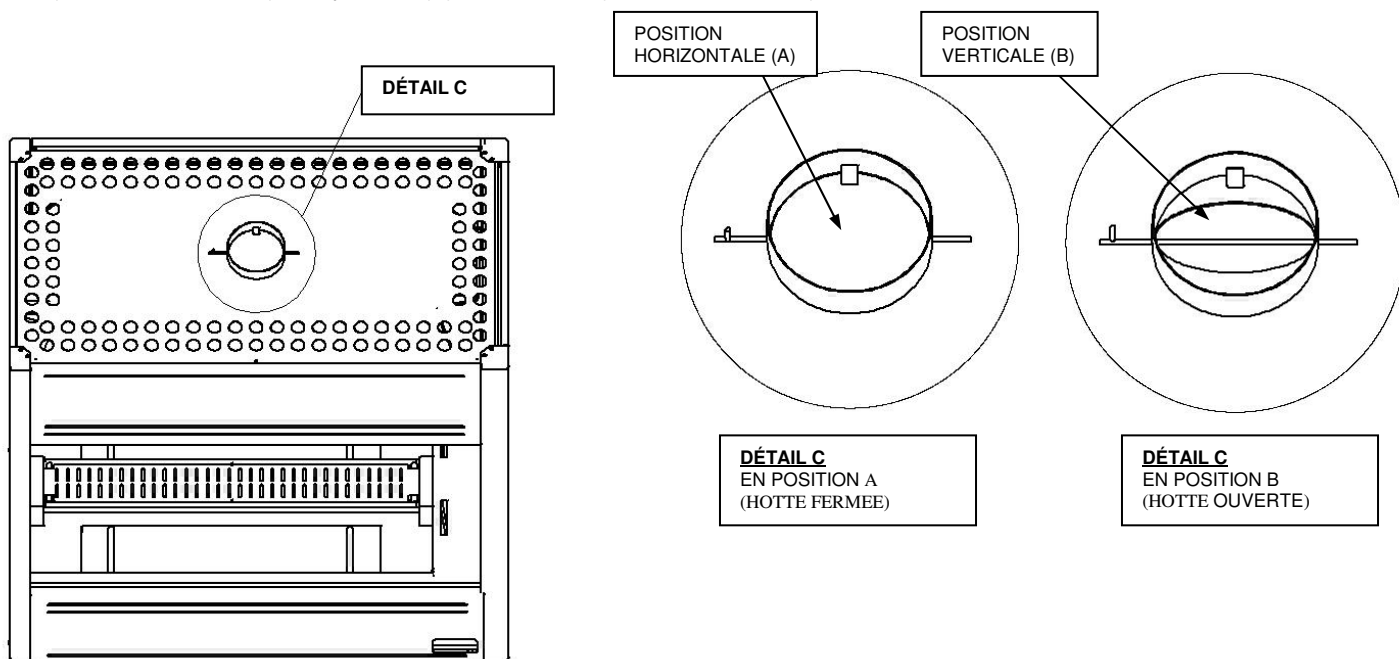

Figure 8: Rôtissoire MECHOUI 12 avec un détail c des positions du couvercle en inox.
La trappe en inox est située au sommet de l'appareil en son milieu. Il ouvre et ferme le trou d'aspiration, sa position peut être réglée à la main par l'intérieur de la rôtissoire. Le couvercle inox apparaît à la figure 8. En position (A), il est fermée (étant à l'horizontale). En position (B), il est ouvert (étant à la verticale).